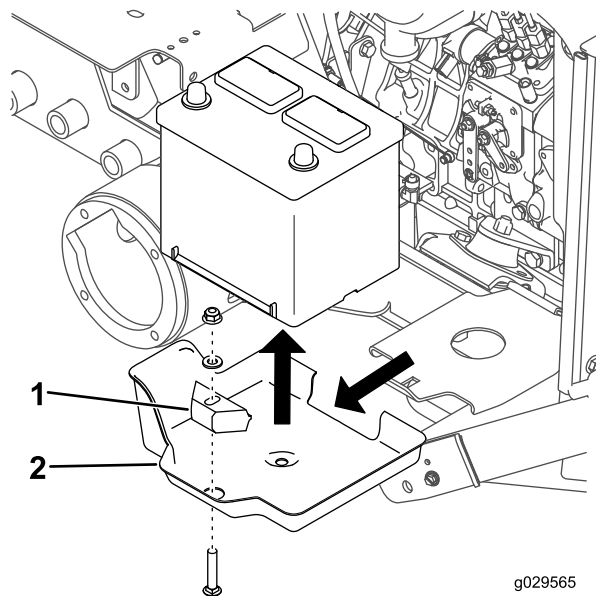

Bild 8
3. Entfernen Sie die Schlossschraube, die Scheibe, die Batteriebefestigungsplatte und die Mutter, mit denen die Batterie befestigt ist (Bild 8).
4. Nehmen Sie die Batterie aus dem Batteriekasten heraus (Bild 8).
5. Nehmen Sie den Batteriekasten aus dem Batterieplattform heraus (Bild 8).